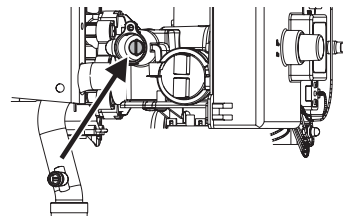

Bild 18 Einstellschraube max. Gasmenge
- Plombierung von der Einstellschraube entfernen (Bild 18).
- Mit der Einstellschraube (Bild 18) den Düsendruck gemäß Tabelle 7 einstellen.